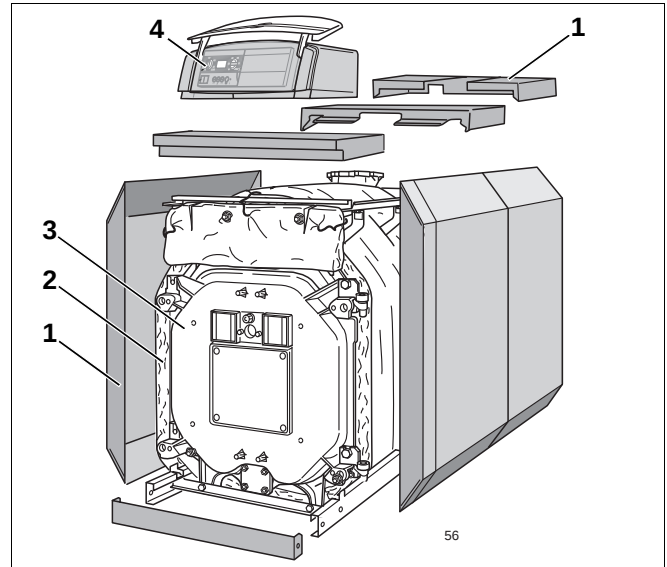
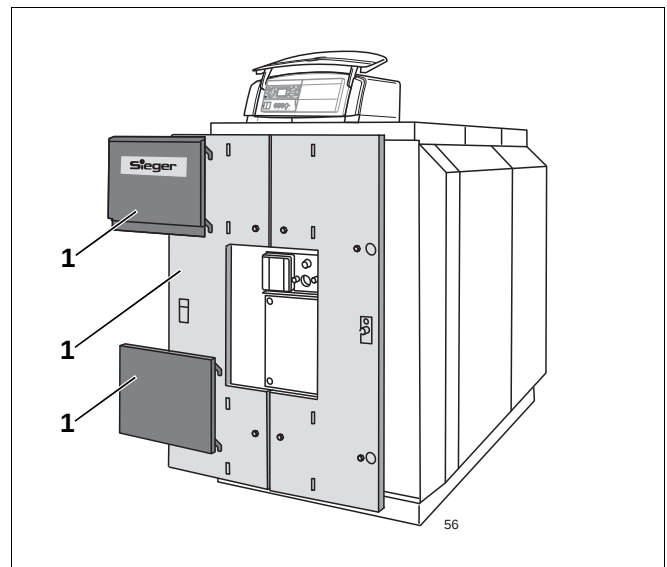

Abb. 1 Öl-/Gas-Spezialheizkessel TG 52
Abb. 2 Öl-/Gas-Spezialheizkessel TG 52
- Kesselblock (Abb. 1, **Pos. 3**).
- Verkleidung (Abb. 1 und Abb. 2, **Pos. 1**), Wärmeschutz (Abb. 1, **Pos. 2**).
- Schaltfeld (Abb. 1, **Pos. 4**).